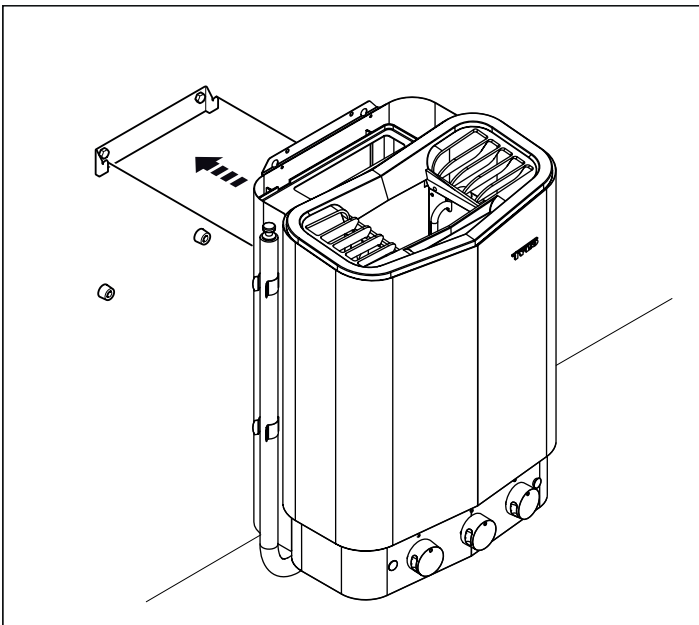

Abbildung 11: Hängen Sie die Heizung auf.
9. Hängen Sie die Heizung an der Halterung auf, siehe Abbildung 11.